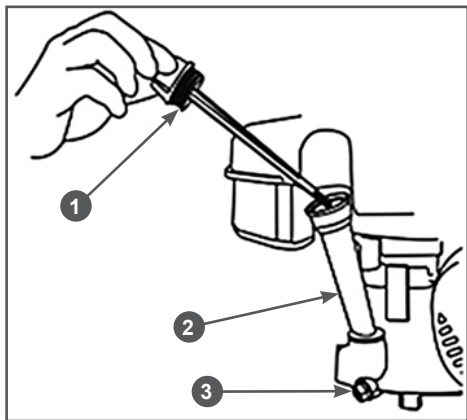

Рис. 12 Замена масла в двигателе
2. Очистите от загрязнений зону вокруг маслосаливной горловины. Открутите крышку-щуп 1, извлеките её из маслосаливной горловины 2 и протрите щуп чистой ветошью (Рис. 12).
3. Открутите пробку 3 для слива масла (Рис. 12) и слейте отработанное масло в подготовленную для этого емкость.